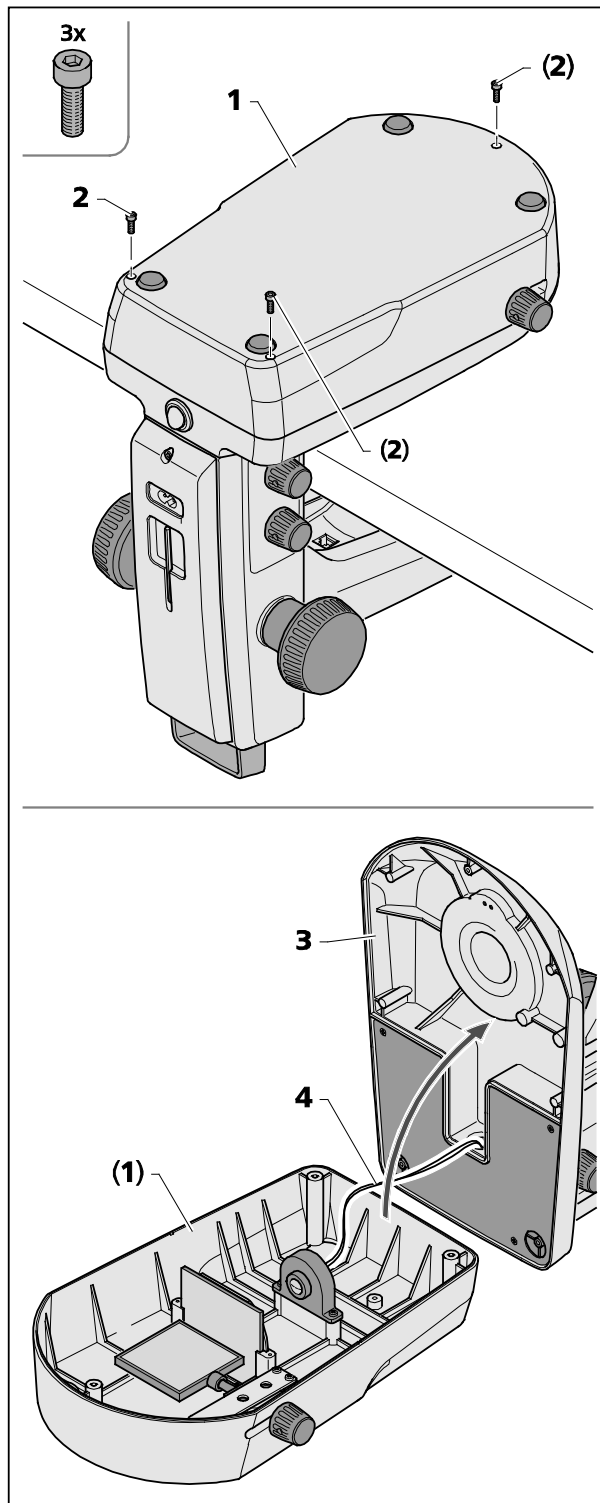

図 29 スタンド K LAB のスタンドカバープレートを開く
清掃する、あるいは誤って中に落ちた異物を取り除くために、透過光スタンド（図 29/1）をスタンドカバープレート（図 29/3）を取り外すことができます。
- 六角棒レンチ（SW 2.5）を使って、スタンドカバープレート（図 29/1）のボルト（3本）（図 29/2）を外し、脇に置いておきます。
- スタンドカバープレート（図 29/3）を透過光スタンド（図 29/1）から慎重に取り外し、スタンドを脇におきます。
透過光スタンド（図 29/1）からケーブル（図 29/4）を外さないでください。